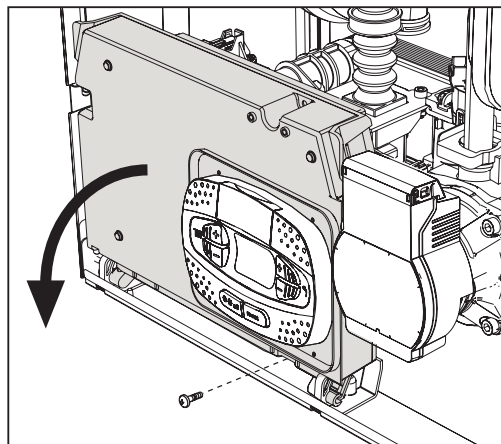
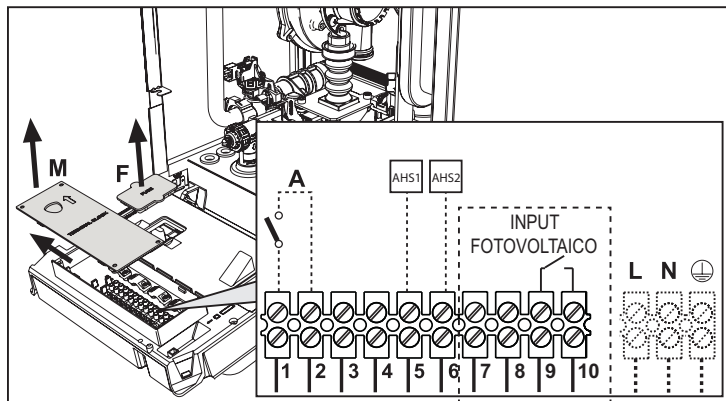

fig. 238 -
fig. 239 -
Dopo aver tolto il pannello frontale ( sez. "16.7 Manutenzione straordinaria e sostituzione componenti della pompa di calore" a pagina 107) è possibile accedere alla morsettiera (M) e al fusibile (F) della scheda elettrica della caldaia seguendo le indicazioni descritte di seguito (fig. 238 e fig. 239). I morsetti indicati nella fig. 239 devono essere a contatti puliti (non 230V). La disposizione dei morsetti per i diversi allacciamenti è riportata anche nello schema elettrico "SCHEMA ELETTRICO UNITA' INTERNA" a pagina 114.
### 21.3 Configurazione Interruttore ON/OFF (A fig. 239)